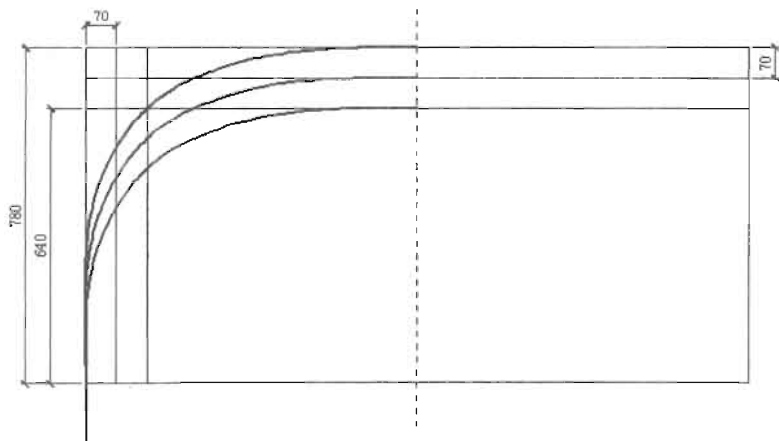

图 5-130
(6) 单击“修改”工具栏中的“复制”按钮，将样条曲线向下复制两条，复制距离为70mm，如图 5-130 所示。